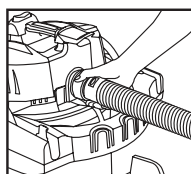

FIGURE 29
**FIGURE 29.** Ne serrez pas trop. En raison de la puissante force de l'air lors de l'utilisation de certains accessoires, il faut être prudent lors de l'utilisation d'une soufflerie.